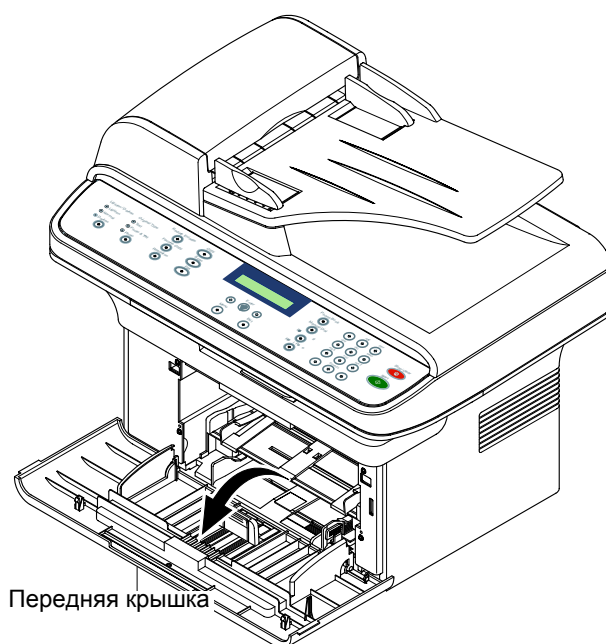

Рисунок 1
1. Откройте переднюю крышку, рисунок 1.